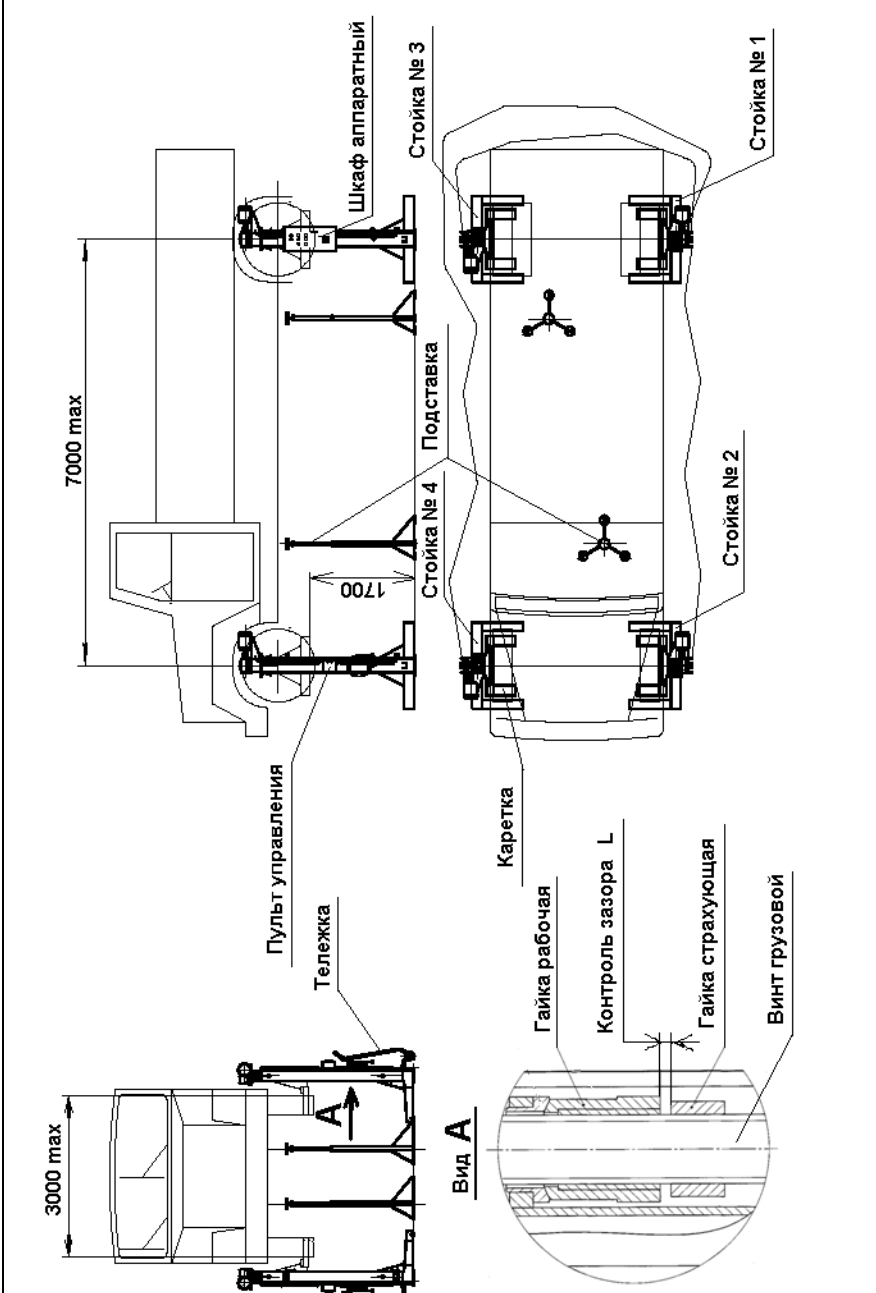
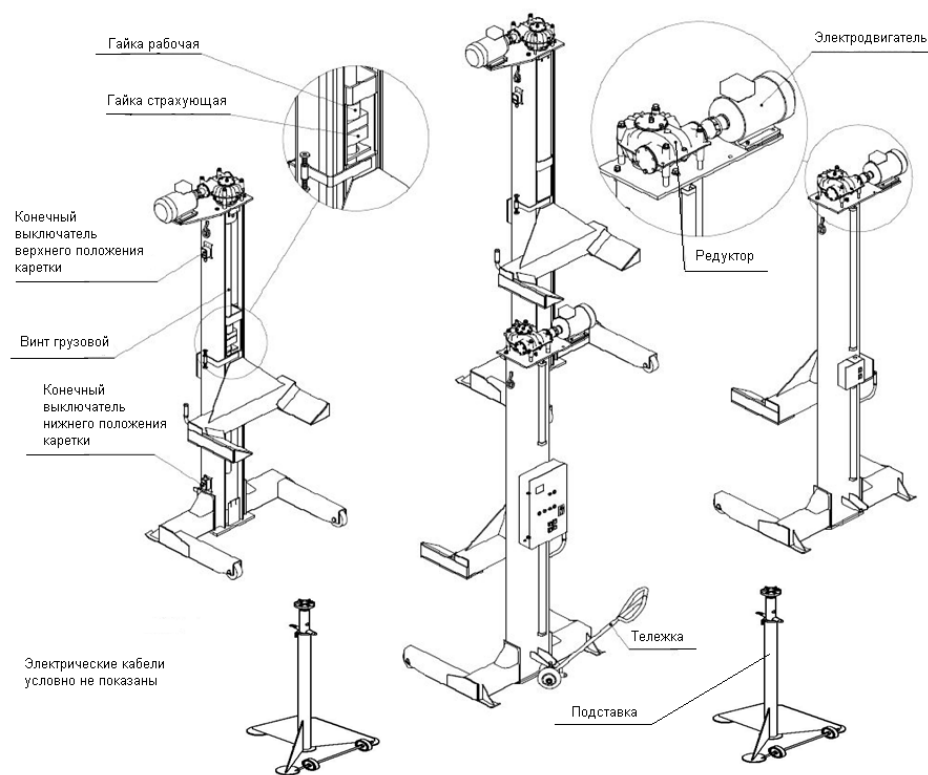

Рис. 1. Подъемник передвижной ПП - 10
Рис. 2. Составные части подъемника передвижного ПП - 10
4.1. Подъемник состоит из четырех стоек (см. Рис.1 и Рис.2), каждая из которых имеет электромеханический привод, каретку, грузовой винт, рабочую и страховую гайки, конечные выключатели верхнего и нижнего положения кареток. На первой стойке установлен шкаф аппаратный, имеющий корпус с панелью электрооборудования, автоматический выключатель, лампочку «Сеть», «Авария», кнопки «Вверх» и «Вниз» для управления первой стойкой и кнопки «Вверх» и «Вниз» для управления всеми стойками одновременно. На остальных стойках установлены посты управления с кнопками «Вверх» и «Вниз» для управления данной стойкой.